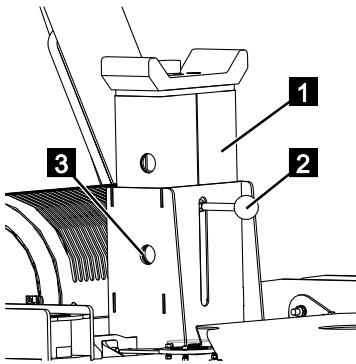

Abb. 117
6. Die Teleskopauflage (Abb.117/1) am Griff (Abb.117/2) nach oben ziehen, bis die gewünschte Bohrung (Abb.117/3) fluchten.